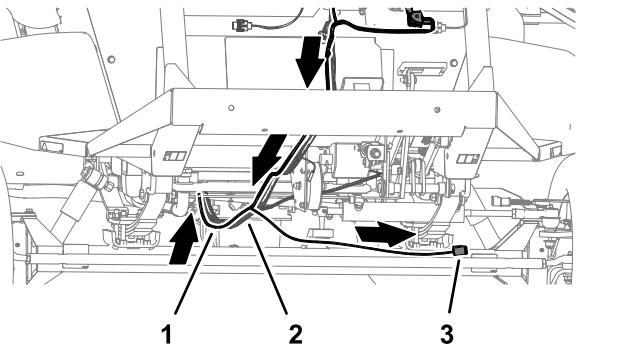

Figura 94
- Encaminhe a cablagem para a traseira do kit, ao longo da cablagem da máquina (Figura 94).
- Encaminhe a derivação da cablagem com o conector identificado com WHEEL ANGLE SENSOR ao longo da traseira do tubo do eixo frontal (Figura 94).